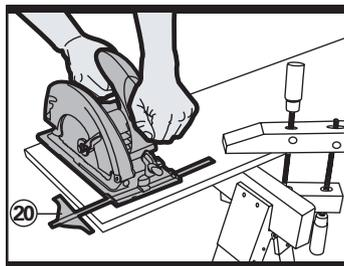

Fig 8
- Coloque la sierra sobre el área marcada con el borde delantero de la base apoyado en la superficie de trabajo y con la guía de corte alineada con la línea marcada en la pieza de trabajo (Ver Fig 8).
- Verifique que la hoja no esté tocando, pero que esté cerca de la pieza de trabajo. La cubierta de seguridad inferior debe mantenerse abierta usando la palanca (5).
Deslice la guía paralela por los dos soportes (Ver figura al lado). La guía está graduada para elegir la distancia de corte (Ver Fig 8).